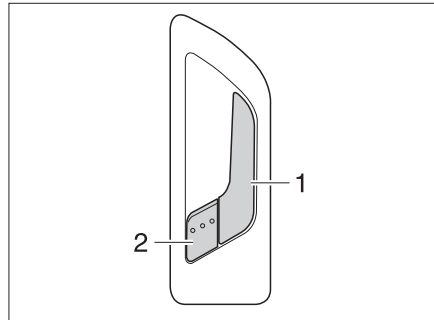

Bild 25 Dörrlås ingångsdörr, insida
**Öppna:** ■ Drag i handtaget (Bild 25,1). Dörrlåset låses upp. Låsspaken (Bild 25,2) skjuts ut automatiskt.
**Låsa:** ■ Tryck på låsspaken (Bild 25,2).